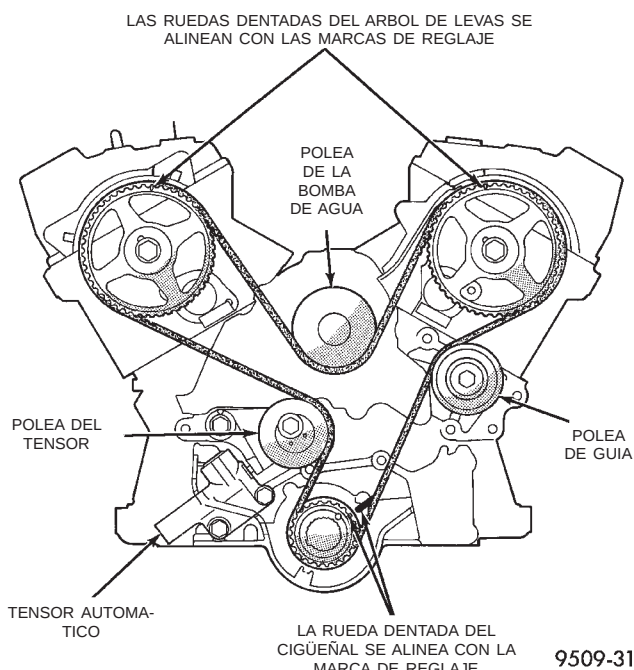

Fig. 62 Sincronización de las ruedas dentadas de la correa de distribución del motor
- (3) Afloje los pernos del tensor automático de la correa de distribución (Fig. 62) y retire la correa.
(6) Gire el cigüeñal 2 revoluciones hacia la derecha SOLAMENTE y verifique la alineación de las marcas de reglaje (Fig. 62). Instale el pasador del tensor en el conjunto. El pasador debería poder insertarse y retirarse sin ofrecer resistencia. Si no ocurre así, vuelva a efectuar el procedimiento.
(7) Instale las tapas de la correa de distribución. Consulte el procedimiento en esta sección.
(8) Instale el soporte derecho del motor. Consulte el procedimiento en esta sección.
(9) Instale el amortiguador del cigüeñal y el perno de éste. Apriete con una torsión de 182 N·m (134 lbs. pie).
(10) Instale las correas de transmisión de accesorios. Consulte el procedimiento en el grupo 7, Sistema de refrigeración.
(11) Eleve el vehículo sobre un elevador e instale el zócalo de la correa de transmisión.